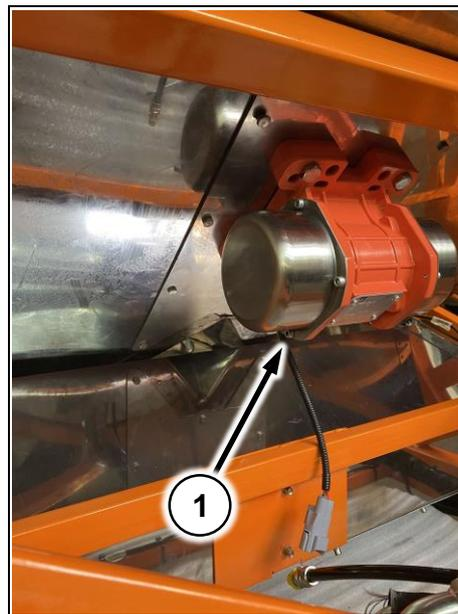

Рис. 215
- 1 Снимите боковые крышки, открутив 4 болта (Рис. 215/1)